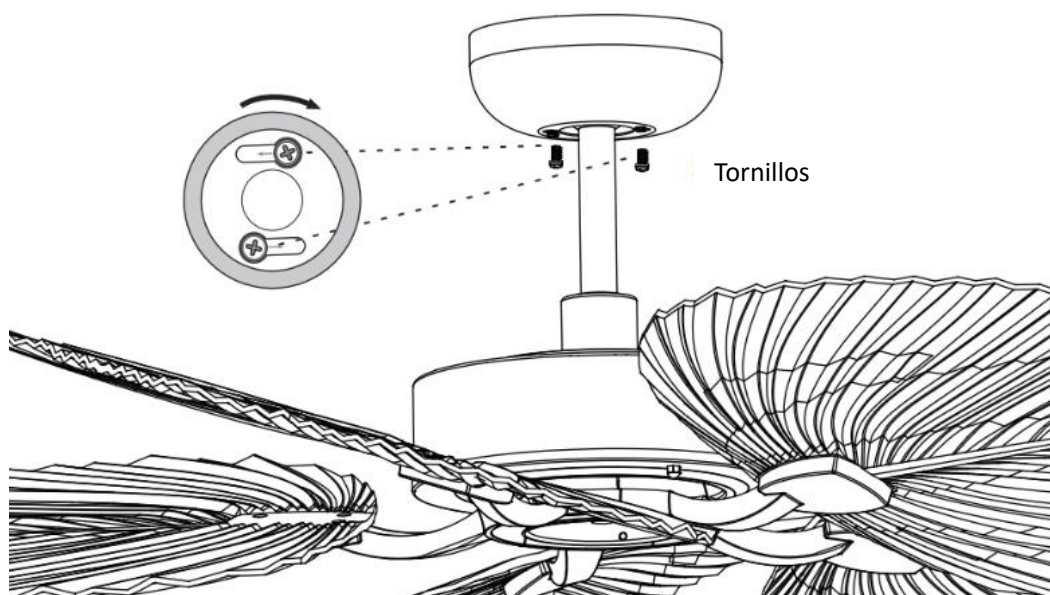

Fig. 11
**INSTALACIÓN DEL FLORÓN (Fig. 11)**